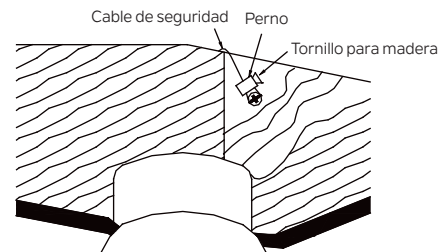

Figura 15
Paso 2. Inserte el cable de seguridad a través del soporte de montaje y uno de los orificios de la caja de salida en el techo. Ajuste la longitud del cable de seguridad para alcanzar el tornillo y las arandelas tirando del cable adicional a través de la abrazadera del cable hasta que la longitud total sea la correcta, vuelva a colocar el extremo del cable a través de la abrazadera del cable, formando un bucle en el extremo del cable. Apriete firmemente la abrazadera del cable. Ahora, coloque el lazo en el extremo del cable de seguridad sobre el tornillo para madera y debajo de la arandela. Apriete firmemente el tornillo para madera. (Figura 15)